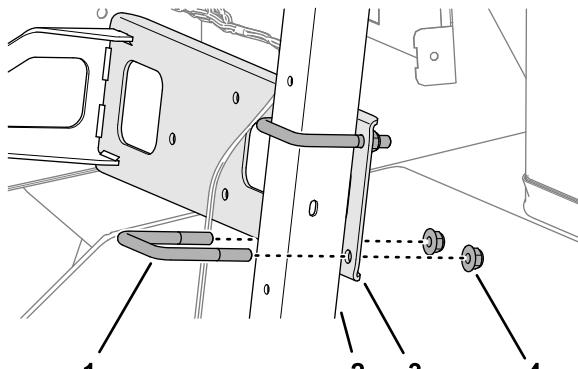

Bild 76
4. Montieren Sie die Verteilerbefestigung mit zwei U-Bügeln (3/8") und vier Sicherungsbundmuttern (3/8") lose am Stützrohr des Armaturenbretts (Bild 76).